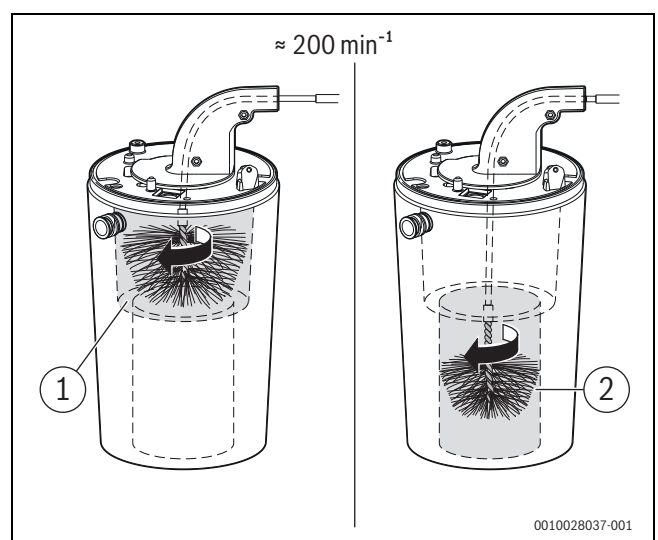

Bild 64 Wärmeblock reinigen (ca. 200 min⁻¹, nur Rechtslauf)
- ▶ Mit kleiner Bürste für den unteren Bereich wiederholen (→ Bild 64, [2]).